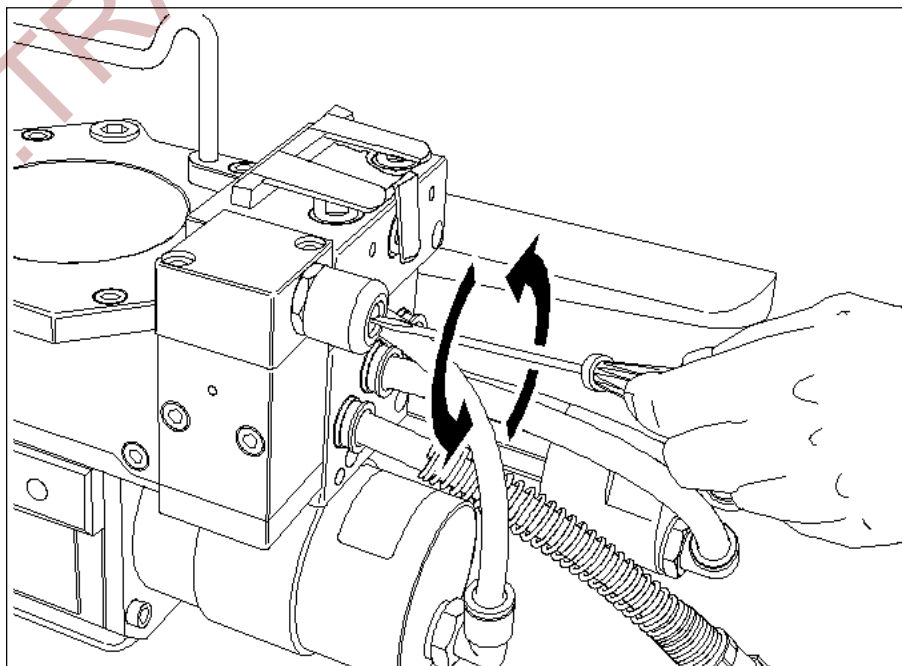

FIG. 10
5b) Regolazione del tempo di saldatura (Fig.10)
5b) Sealing time ajustement (Fig.10)
5b) Réglage du temps de soudure (Fig. 10)
- Per diminuire il tempo di saldatura ruotare in senso anti orario la vite di regolazione (vedi Fig.10).
- Per aumentare il tempo di saldatura ruotare in senso orario la vite di regolazione (vedi Fig.10).
- To decrease the sealing time, turn the sealing adjusting screw anti-clockwise (see Fig.10).
- To increase the sealing time, turn the sealing adjusting screw clockwise (see Fig.10).
- Pour diminuer le temps de soudure, tourner la vis de réglage dans le sens contraire des aiguilles d'une montre (voir Fig.10).
- Pour augmenter le temps de soudure, tourner la vis de réglage dans le sens des aiguilles d'une montre (voir Fig.10).